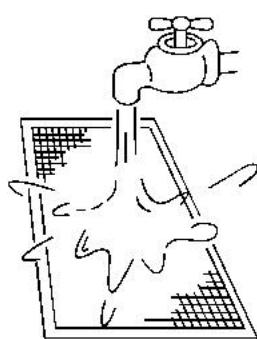

fig.6
- El lado de entrada de aire debe quedar hacia abajo cuando utilice agua. (Véase la Fig. 6).